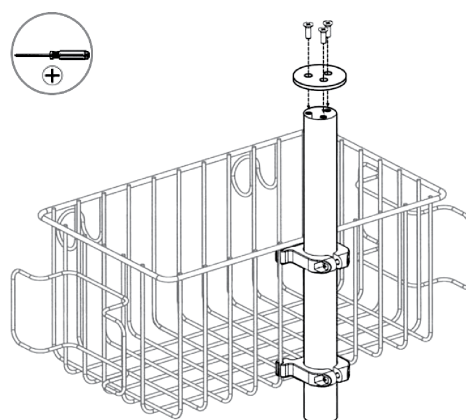

Figure 6 ■ Figure 6 ■ Abbildung 6 ■ Figura 6 ■ Figura 6 ■ Afbeelding 6 ■ Figur 6 ■ Figur 6 ■ Εικόνα 6 ■ Figura 6 ■ Obrázek 6 ■ 6. ábra ■
1	使用三个配套的螺丝，将顶板连接到支架杆的顶部（请参阅第 28 页图 6）。
1	トッププレートを付属のねじ 3 本でボールの最上端に取り付けます（28ページの図6を参照）。
■ Rysunek 6 ■ Obrázok 6 ■ Figur 6 ■ Kuva 6 ■ Фигура 6 ■ Figura 6 ■ Joonis 6 ■ 6 pav. ■ 6. attēls. ■ Şekil 6 ■ Рис. 6 ■ 图 6 ■ 图 6